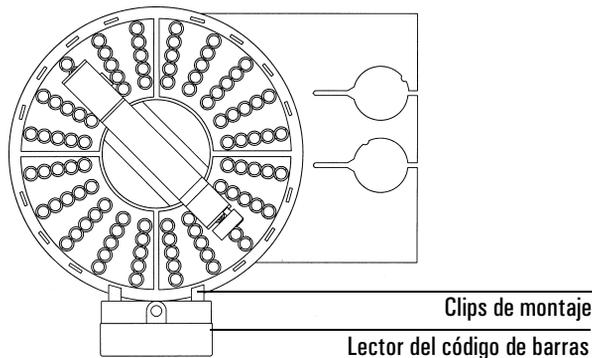

Figura 5 Posición para la instalación del lector del código de barras
2. Instalar el lector del código de barras en la parte frontal de la base de la bandeja, introduciendo los dos clips de montaje del lector del código de barras en las ranuras del borde de la base de la bandeja. Ver Figura 5.